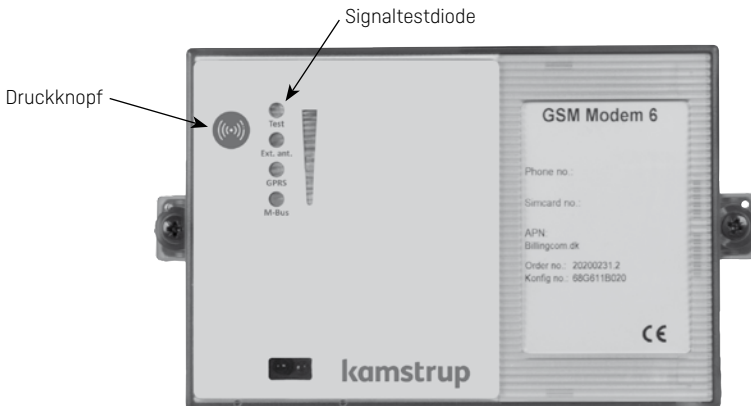

Abb. 4
- 1 Den Druckknopf ca. 2 Sek. betätigen (siehe Abb. 4)
- 2 Die Testdiode leuchtet jetzt ca. 10 Sek. permanent (siehe Abb. 4), wonach die Signalstärke durch Blinken auf einer Skala von 0 bis 31 indiziert wird: